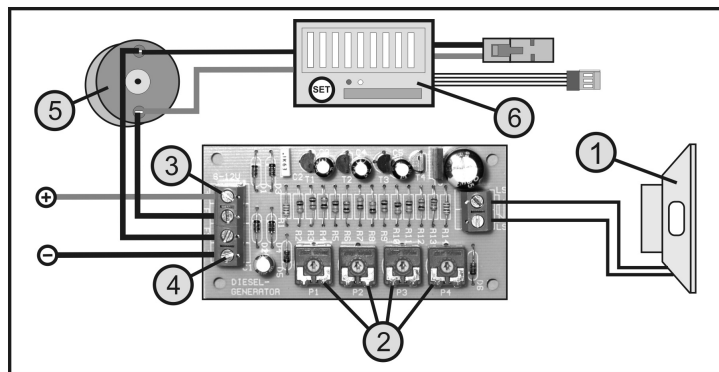

Figura 1
- Collegare al morsetto bipolare "LS" un minialtoparlante (vedere Figura 1, Pos. 1). L'altoparlante dovrebbe avere un'impedenza di 4 - 8 Ohm.
- Con un opportuno cacciavite posizionare al centro i rettificatori dei regolatori di volume P1 - P4 (vedere figura 1, Pos. 2). Utilizzare a tale scopo un cacciavite di regolazione in plastica per evitare cortocircuiti.
- Collegare ai morsetti "+" (vedi Figura 1, Pos. 3) e "-" (vedi Figura 1, Pos. 4) la tensione di alimentazione (6 - 12 V/DC) rispettando la polarità corretta.
- Se il rumore di corsa elettronico dovesse dipendere dalla velocità, i due morsetti "FS" devono essere collegati parallelamente al motore di corsa (vedere Figura 1, Pos. 5). In questo caso non occorre prestare attenzione alla specifica polarità dei cavi di collegamento del motore.
Il collegamento di un motore di corsa è possibile solo se si tratta di un motore a corrente continua (motore a collettore con 2 cavi di collegamento) con rispettivo regolatore di corsa (vedi Figura 1, Pos. 6).